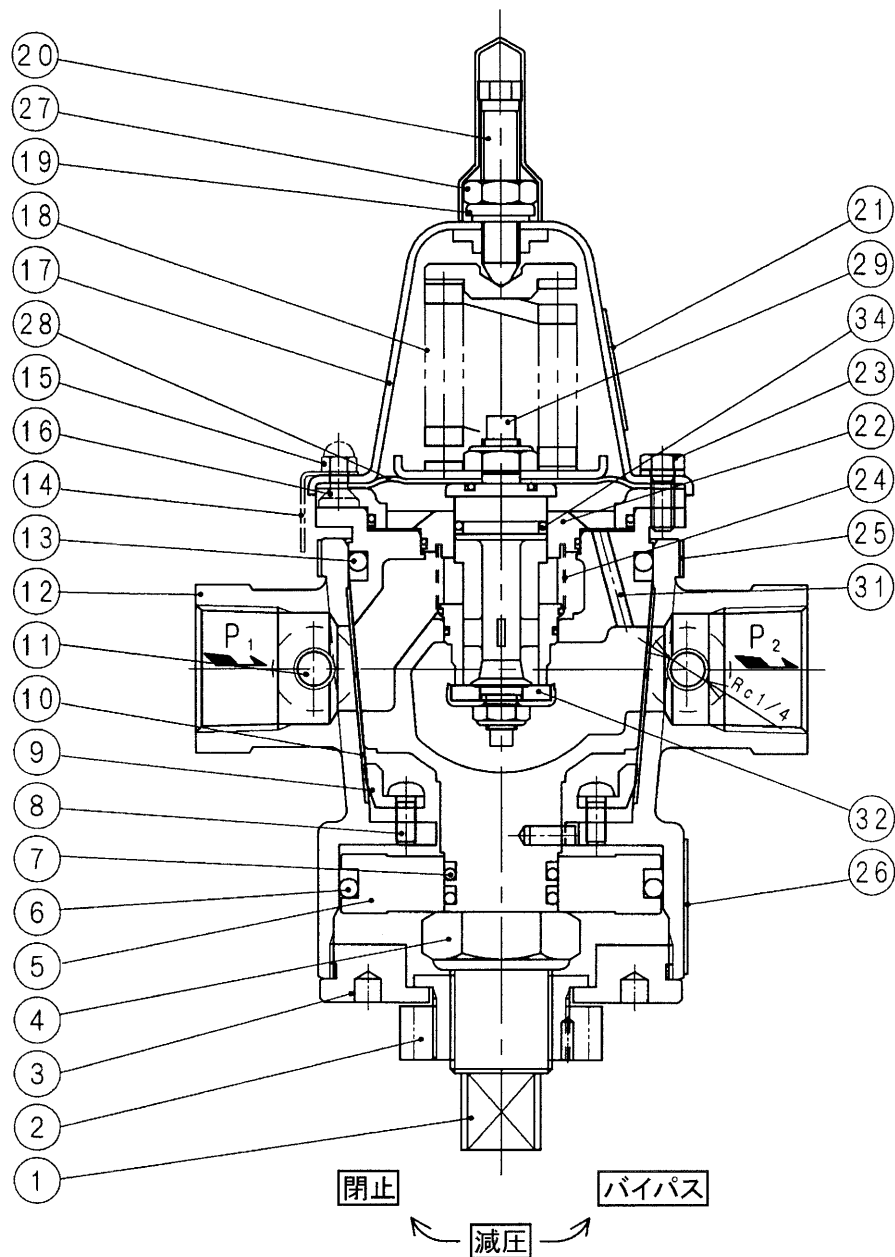

図1 構造図 (呼び径20・25)
本弁はダイヤフラムを使用した直動式減圧弁です。構造は図1・2を参照してください。
- 8.4 保守時など、さらにカートリッジの分解が必要な場合は、図1・2の構造をご参照ください。この分解は、必ず六角ナット(27)を緩め、調節ねじ(20)を左回転（時計の針と反対方向）して調節ばね(18)を無負荷の状態にして行ってください。